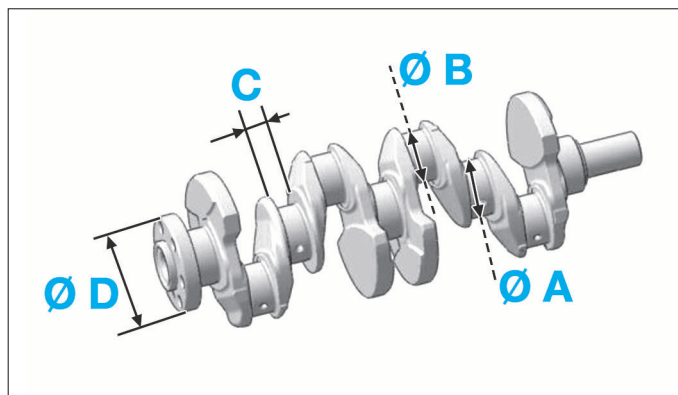

FIG. 10
Diamètre des tourillons (A) (mm) (Fig.10) :
- Diamètre des manetons (B) (mm) :